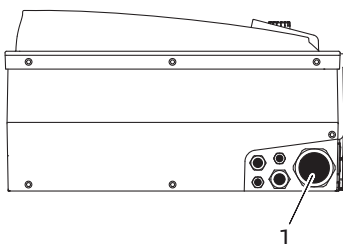

Fig. 23: Kabelskjøt med gjenger M25/M40
- Strømlledningen må føres gjennom kabelskjøten med gjenger M25/40 (fig. 23, pos. 1).